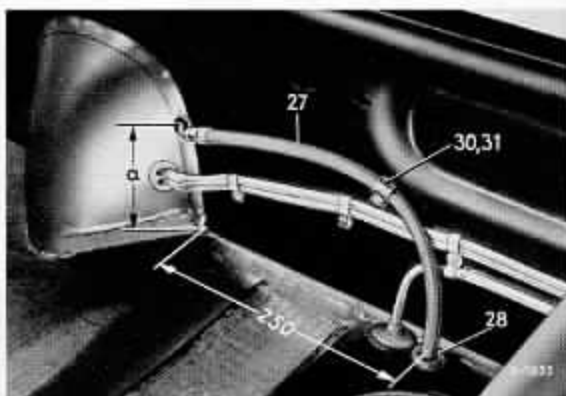

Bild 32-1/3
5. Träger (1) zuerst mit der inneren Sechskantschraube (2) mit Federring (3) anschrauben und Träger etwas nach außen schwenken (Bild 32-1/2). Vorgespannte Ausgleichfeder einsetzen, Träger (1) nach innen schwenken und dann äußere Sechskantschraube (2) mit Federring (3) eindrehen. Anschließend beide Sechskantschrauben mit ca. 12 mkg festziehen. Federspanner lösen und abnehmen, dabei darauf achten, daß die Ausgleichfeder richtig in den Gummiringen (36 und 37) sitzt (Bild 32-1/1). Wagen hinten wieder abbocken.
6. Insgesamt 5 Sechskantschrauben (38) im Flansch des linken Tragrohres heraus-
schauben (Bild 32-1/1). Träger (4) mit bereits montiertem Luftfederbalg am Flansch des linken Tragrohres mit den Sechskantschrauben (5 und 6) anschrauben und Sechskantschrauben mit ca. 5 mkg anziehen (Bild 32-1/2 und 10).
7. Rohrschellen (22) entsprechend dem Tragrohr-Durchmesser aufbiegen und auf das linke und rechte Tragrohr aufsetzen (Bild 32-1/2 und 10).
8. Strobe links (19) am Träger (4) mit der Sechskantschraube (20) und Federring (21) anschrauben. Dann Strobe am anderen Ende an der Rohrschelle (22) mit den Teilen Pos. 23 und 24 anschrauben (Bild 32-1/2 und 10).
9. Strobe rechts (16) und Kolben (12) am Träger (1) mit den Teilen Pos. 17 und 18 anschrauben; hierbei den Kolben (12) festhalten, damit kein Verdrehen des Gummibalgs eintritt. Dann Strobe am anderen Ende an der Rohrschelle (22) mit den Teilen Pos. 23 und 24 befestigen.
Wichtig! Auf die richtige Montage der Streben (16 und 19) an den Rohrschellen (22) achten! Einzelheiten siehe Bild 32-1/10, Ansicht A.